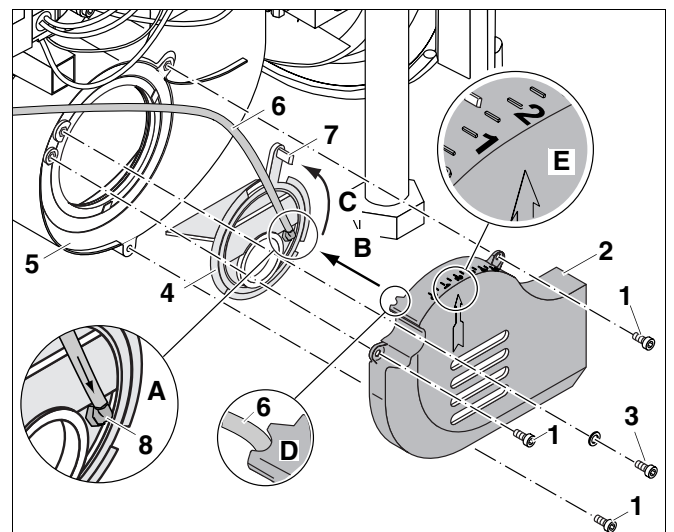
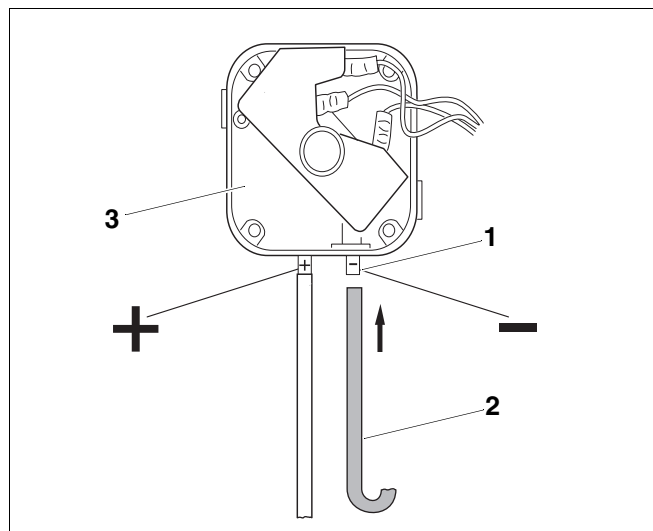

Abb. 3 Schalldämpfer und Ansaugluftführung montieren
Abb. 4 Schlauch an den Differenzdruckwächter anschließen
- Schlauch (Abb. 3, **Pos. 6**) auf den Schlauchanschluss (Abb. 3, **Pos. 8**) an der neuen Ansaugluftführung stecken (Abb. 3, **Pos. A**).
- Neue Ansaugluftführung (Abb. 3, **Pos. 4**) mit Schlauchanschluss in die Führung des Gehäusedeckels (Abb. 3, **Pos. 5**) einsetzen (Abb. 3, **Pos. B**) und gegen den Uhrzeigersinn drehen (Abb. 3, **Pos. C**; ca. bis zur alten Position des Hebels).
- Den neuen Schalldämpfer (Abb. 3, **Pos. 2**) aufsetzen und darauf achten, dass der Schlauch (Abb. 3, **Pos. 6**) in der Aussparung am Schalldämpfer eingelegt ist (Abb. 3, **Pos. D**).
- Neuen Schalldämpfer (Abb. 3, **Pos. 2**) mit den drei Schrauben (Abb. 3, **Pos. 1**) an Gehäusedeckel (Abb. 3, **Pos. 5**) schrauben.
- Den Hebel (Abb. 3, **Pos. 7**) an der Ansaugluftführung (Abb. 3, **Pos. 4**) auf der Skala des Schalldämpfers (Abb. 3, **Pos. 2**) den Wert 1,5 (Abb. 3, **Pos. E**) einstellen.
- Hebel (Abb. 3, **Pos. 7**) der Ansaugluftführung (Abb. 3, **Pos. 4**) mit der Schraube (Abb. 3, **Pos. 3**) sichern.
#### Kurzbeschreibung der Arbeitsschritte in Abb. 3
- Schlauch (Abb. 4, **Pos. 2**) von der Ansaugluftführung (Abb. 3, **Pos. 4**; Seite 3) an den Minusanschluss (Abb. 4, **Pos. 1**) des Differenzdruckwächters auf stecken.